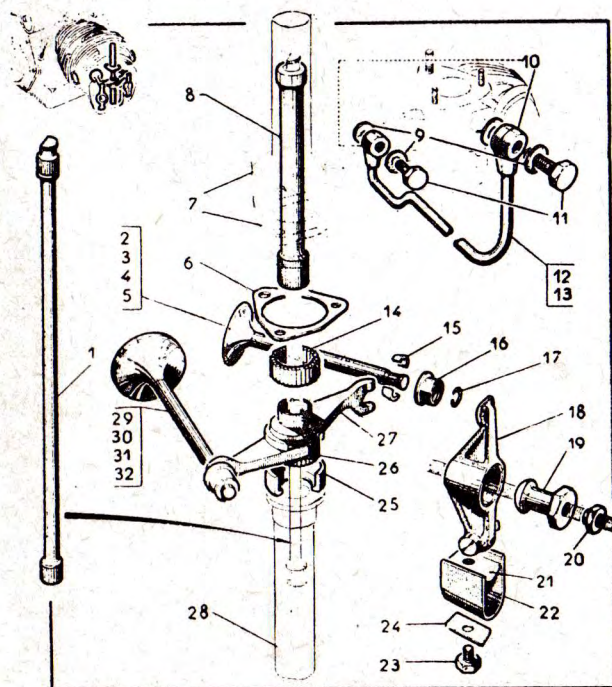

Fig. 7
- les contre-écrous (20) et les pivots (19) (fig. 7).
Déposer les leviers de rappel des soupapes par les cages des culbuteurs et après avoir déposé le palier (7) (fig. 7).
Monter les leviers de rappel avec leurs trente-sept aiguilles et le palier supérieur (7) (fig. 7); après montage, le jeu doit être de 0,10 à 0,15 mm, le réglage pourra être effectué par les cales (6) (fig. 7), montées sous le palier (7).
Les talons des culbuteurs sont guidés par une série de onze cales (22) (fig. 7), épaisseur : 0,05 mm.